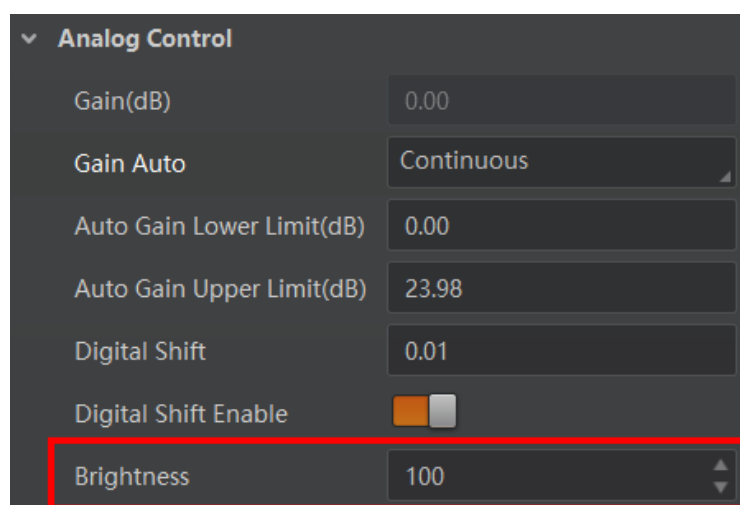

图7-26 亮度设置
2. 在 *Analog Control* 属性下，设置参数 *Brightness* 的值，如图 7-26 所示。亮度参数范围为 0 ~ 255。